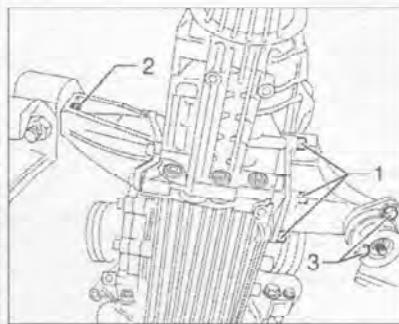

Рис. 7.43. Отверните болты (1 и 3) и снимите правую опору коробки передач. Отверните болт (2) и отсоедините правую опору коробки передач.
30. Отверните болты (1 и 3) и снимите правую опору коробки передач (рис. 7.43). Момент затяжки: 40 и 27 Нм, соответственно.